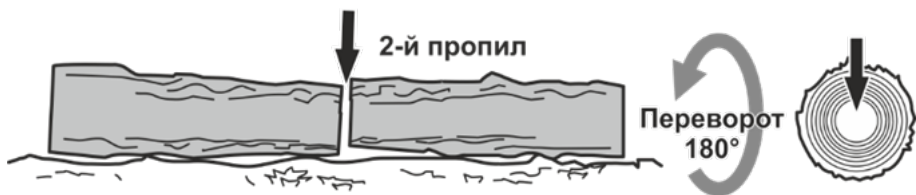

Рисунок 14. Схема остаточного розпилу колоди з протилежного боку.
2. Перевернути колоду та розпиляти її з протилежного боку (рис. 14).